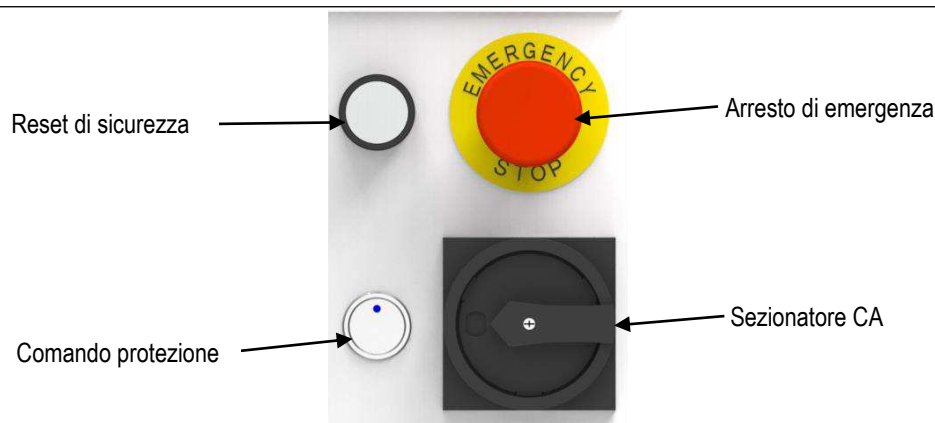

Figura 15
E. Comandi aggiuntivi (vedere Figura 15)